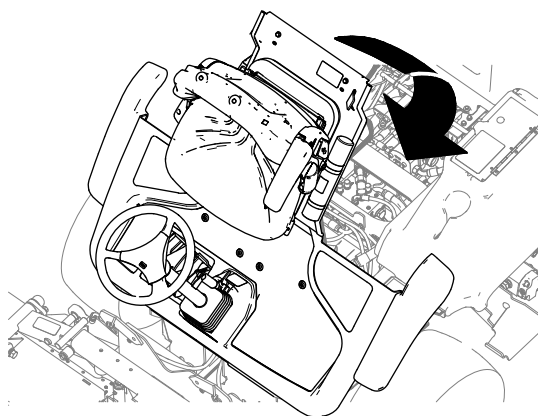

Figura 44
1. Baje la plataforma con cuidado (Figura 44).